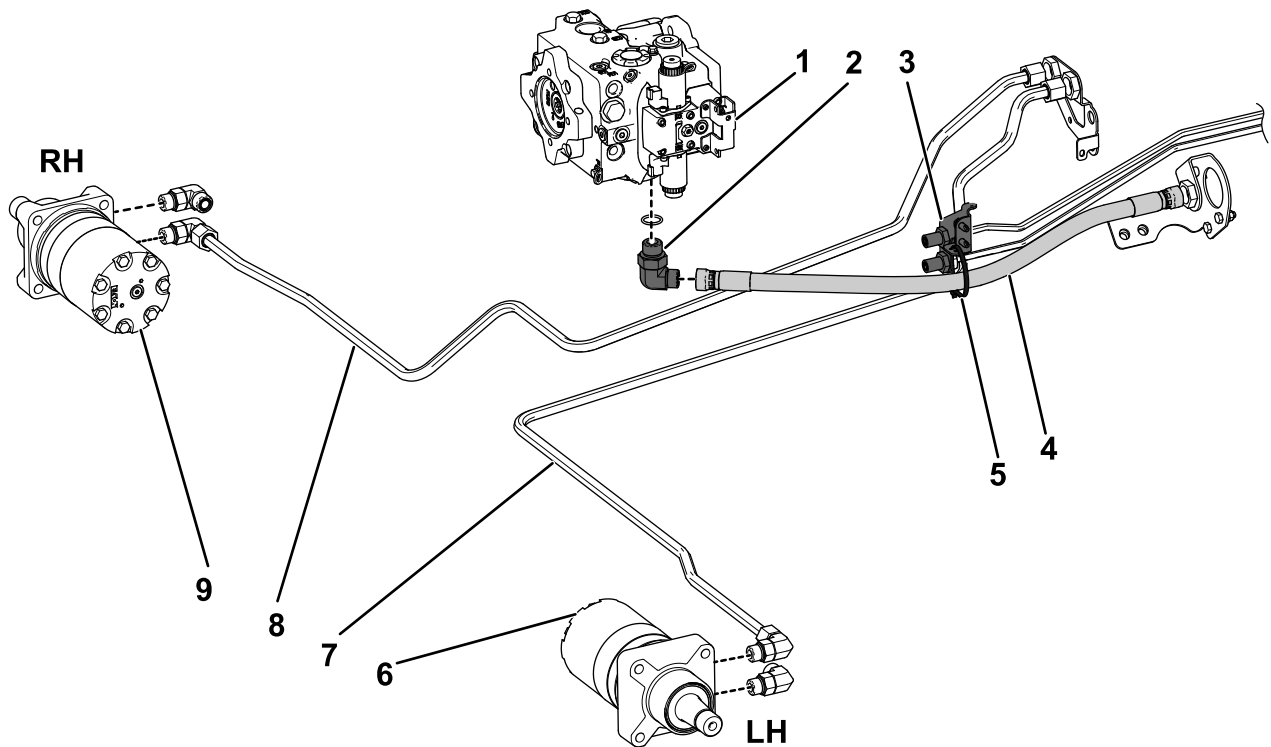

Figure 12
1. Branchez le tube hydraulique (réf. 108-7622) au raccord de moteur de roue droit et au tube hydraulique droit dans la traversée droite du cadre (Figure 12).
2. Branchez le tube hydraulique (réf. 108-7623) au raccord de moteur de roue gauche et au tube hydraulique gauche dans la traversée droite du cadre (Figure 12). Serrez les raccords entre les tubes et les moteurs à un couple de 81 à 89 N·m.
3. Montez un raccord hydraulique à 90° au bas de la pompe à débit variable (Figure 12). Serrez le raccord relié à la pompe à un couple de 183 à 202 N·m.
- Pour les modèles 03950 et 03954, fixez le flexible hydraulique au support de traversée avec un attache-câble, comme montré à la Figure 12.